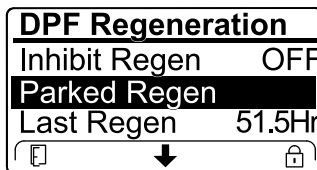

Bild 52
- Wenn der Motorcomputer eine Wiederherstellung-Regenerierung anfordert oder eine Wiederherstellung-Regenerierung ausführt und Sie auf die Option PARKED REGEN navigieren, ist die geparkte Regenerierung gesperrt und das Schloss-Symbol (Bild 52) wird unten rechts im InfoCenter angezeigt.